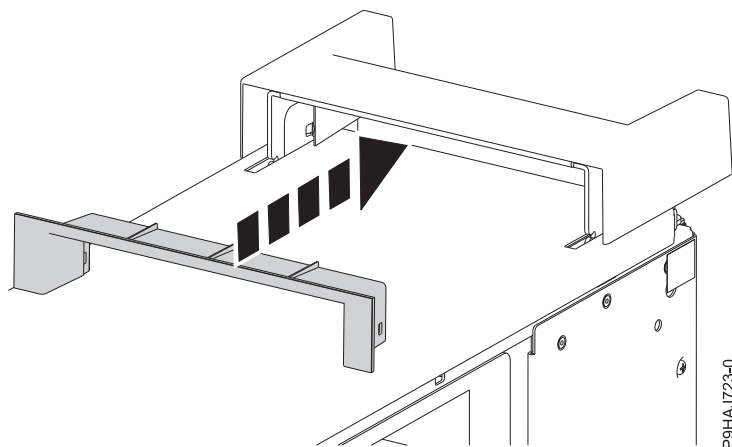

Figura 54. Inserción de la pieza de plástico en la tapa de asa
5. Inserte la pieza de plástico en la tapa de asa presionándola firmemente, tal como se muestra en la Figura 54.